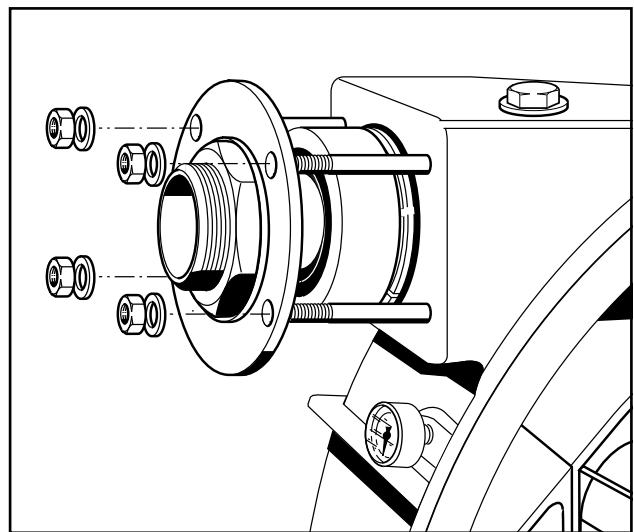

Fig. 14 Démontage des raccords
5. Dévisser complètement les deux raccords, ainsi que la bride et écrous à six pans creux du carter de la pompe (Fig. 14) et retirer les deux raccords du tuyau.